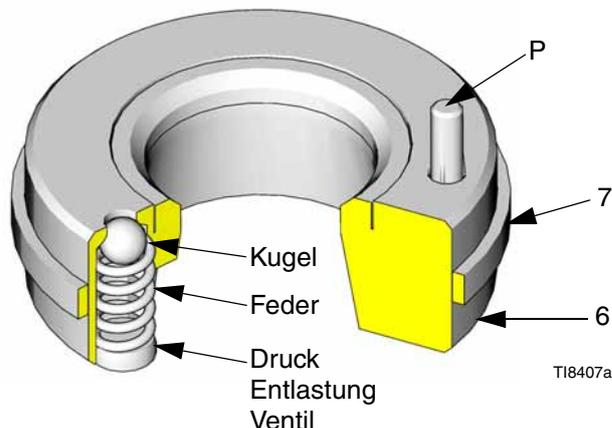

ABB. 5
- Installieren Sie den Entlastungsventil-Einlasssitz (6) auf der linken Seite des Unterpumpengehäuses (11), wie Sie auf ABB. 8 sehen. (Der eingegossene Text im Untergehäuse identifiziert die genaue Lage für den Entlastungsventilsitz.) Der Stift (P) auf dem Sitz muss in das Gehäuse zeigen. Der Stift begrenzt die Positionierung auf dem Sitz. Siehe ABB. 5.